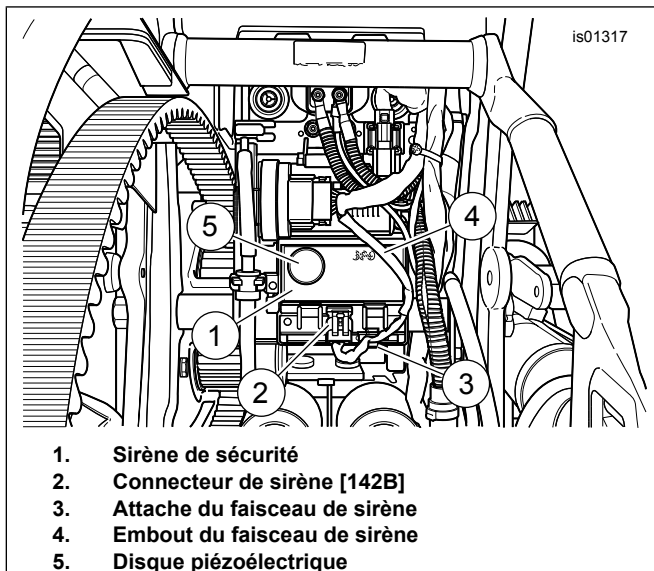

Figure 22. Montage de la sirène (modèles Softail sauf FX-CW/C)
7. Voir la Figure 22. Orienter la sirène (1) comme indiqué, avec le connecteur du harnais (2) vers le bas et le disque sondeur (5) orienté vers l'extérieur. Délicatement attacher la sirène au panneau électrique.
8. Insérer la laisse du harnais de la sirène (4) dans la clip du harnais (3) afin de garder le harnais loin des autres composants.